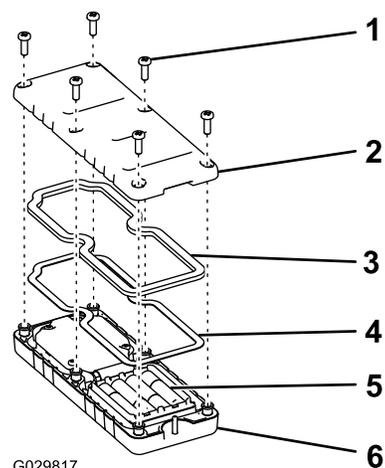

図 6
3. スチール製のガスケットとゴム製のシールをリモートの溝にきちんとはめ、バックカバーを取り付ける (図 6)。
4. ねじ6本を使ってカバーを固定し 図 6、各ねじを 1.5 - 1.7 Nm (0.15-0.17 kg.m = 13 - 15 in-lb) にトルク締めする。
2. 新しい電池を入れる 向きに注意すること 図 6。